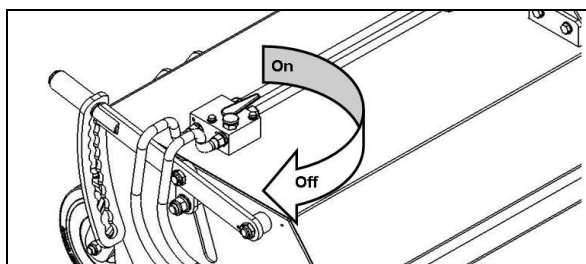
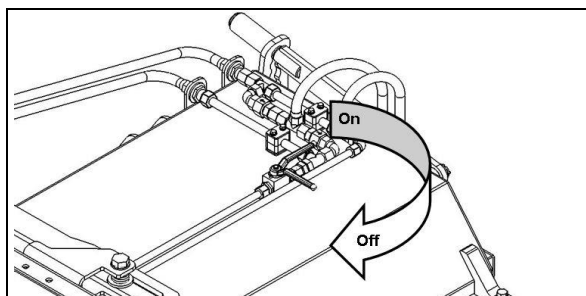

Fig. 4.10
Fig. 4.11
- Ouvrir la vanne d'arrêt vers le moteur hydraulique de la brosse latérale (fig. 4.10) ainsi que vers le vérin hydraulique du bac de ramassage (fig. 4.11).